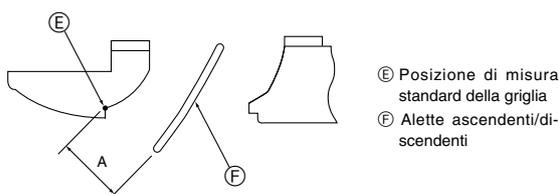

Fig. 8-10
- 3 Per regolare la direzione del flusso d'aria, spostare lentamente le alette ascendenti/discendenti entro la gamma specificata. (Fig.8-10)